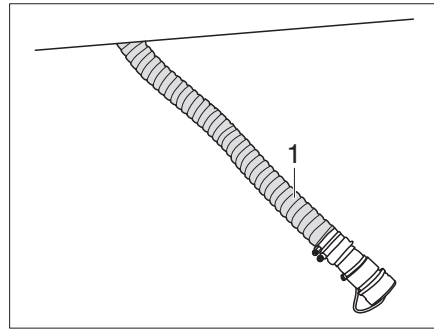

Fig. 357 Svuotamento della cassetta della toilette sminuzzatrice
- Sganciare il tubo flessibile di svuotamento (Fig. 357,1) da sotto il veicolo e condurlo nel punto di smaltimento.
- Lasciare il tubo flessibile di scarico (Fig. 357,1) nel punto di smaltimento.
- Riporre il tubo flessibile di svuotamento (Fig. 357,1) sotto il veicolo.